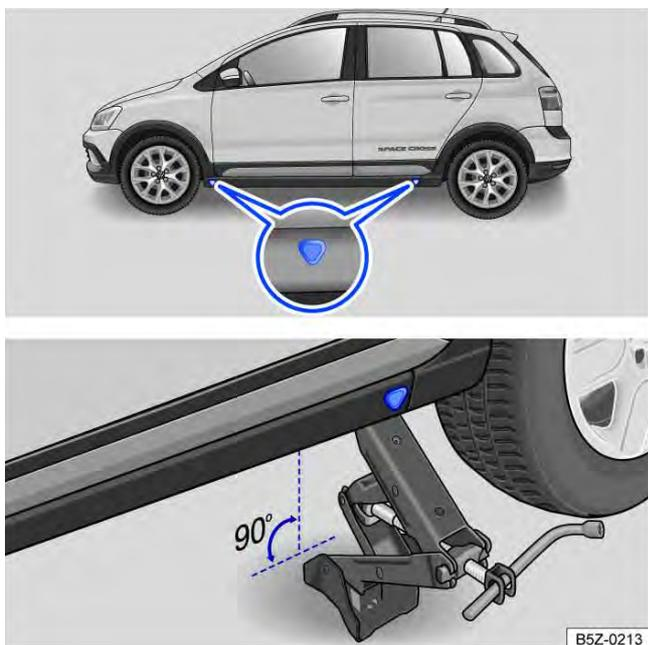

Fig. 181 Pontos de apoio do macaco e macaco posicionado no lado esquerdo traseiro do veículo.
O macaco somente pode ser posicionado nos pontos de apoio indicados (marcação na carroceria) → Fig. 181. É válido o ponto de apoio localizado próximo à roda correspondente → ⚠.
6. Procurar sob o veículo o ponto de apoio do macaco → Fig. 181 mais próximo da roda a ser trocada.
8. Garantir que a base do macaco, com toda sua superfície, esteja sobre o chão e que a base se encontre perpendicularmente abaixo do ponto de colocação → Fig. 181.
9. Alinhar o macaco e, simultaneamente, levantar a garra do macaco até ela se encaixar na travessa debaixo do veículo → Fig. 181.
- Posicionar o macaco somente nos pontos indicados. A garra do macaco deve se encaixar no perfil da longarina de forma segura → Fig. 181.